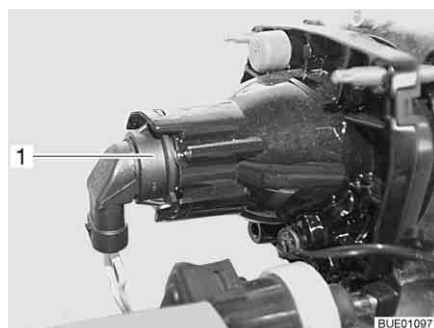

Fig. 256 Feux de croisement/feux de position/feux de route
- Placer la main derrière le support de lampe (Fig. 256,1).